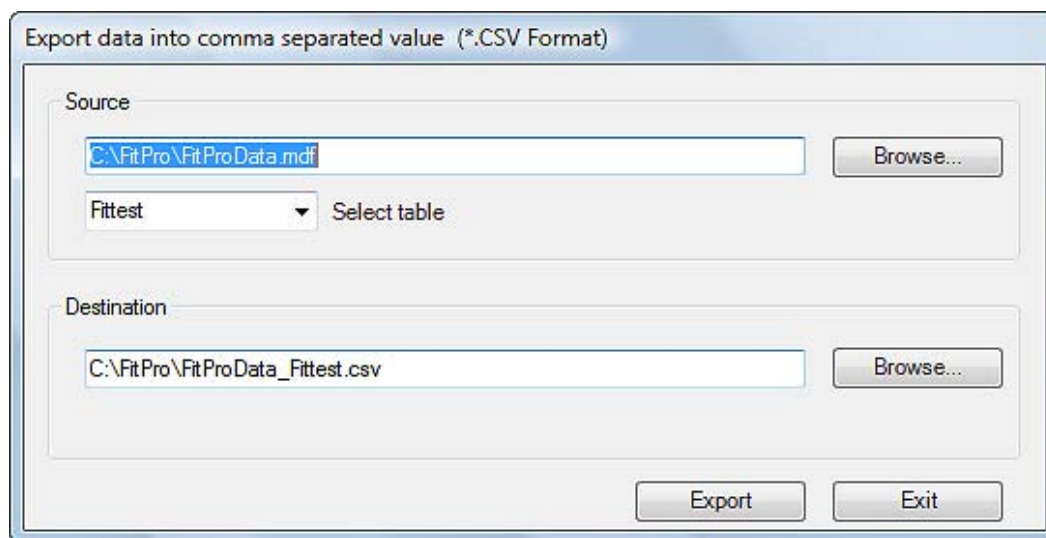

Ilustración 26. Export Data in CSV Format (Exportar datos en formato CSV)
1. Seleccione **Database** | **Export** | **Comma Separated Value (CSV)** (Base de datos | Exportar | Valores separados por comas [CSV]). Aparecerá el cuadro de diálogo Export Data into Comma Separate Value (*.CSV) (Exportar datos en valores separados por comas [*.CSV]) (Ilustración 26).